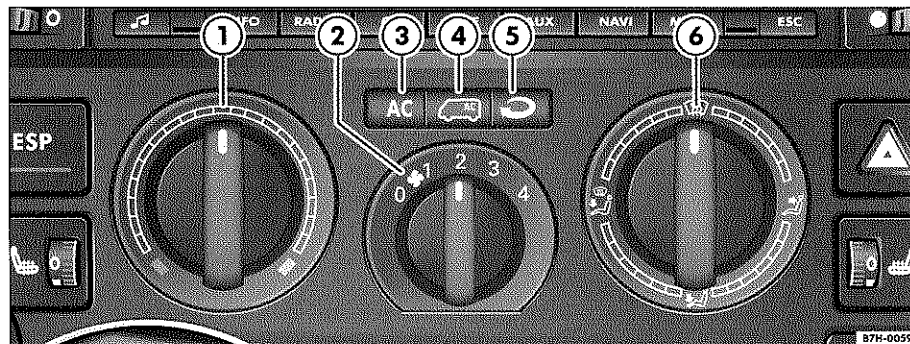

Fig. 6 Climatizador: mandos delanteros en el tablero de instrumentos
- Gire el mando regulador de la temperatura ⇒ fig. 6 ① hacia la derecha hasta alcanzar el grado de calefacción deseado.
- Sitúe el mando de la turbina ② en una de las velocidades de 1 a 4.
- Dirija la corriente de aire con el mando regulador de la distribución del aire ⑥ hacia la zona que desee.
- Active los mandos traseros⁴⁾ con la tecla ④ para calentar asimismo las plazas traseras.
Cuando la recirculación de aire está conectada (la tecla se ilumina con luz amarilla ⇒ página 8, fig. 6) se evita que los malos olores del exterior, por ejemplo, al atravesar un túnel o en un atasco, penetren en el habitáculo.